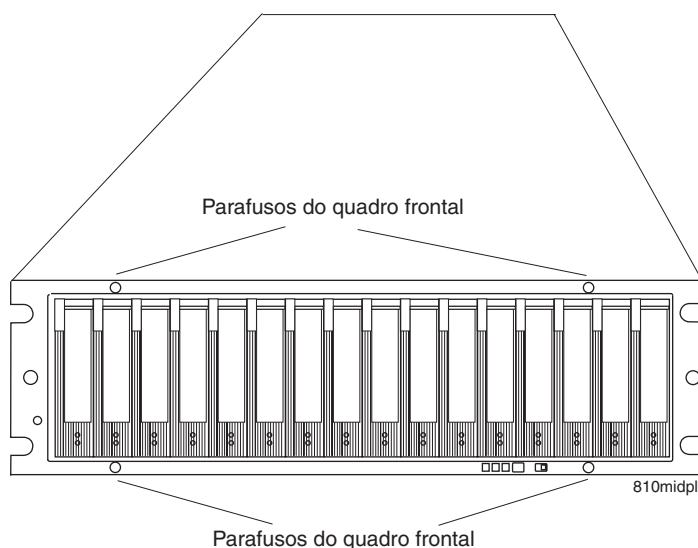

Figura 86. Locais dos parafusos do quadro frontal
9. Utilize uma chave Phillips Nº 1 para soltar os quatro parafusos do quadro frontal no plano intermediário, conforme mostrado na Figura 86.
16. Aperte os quatro parafusos do quadro frontal. Consulte Figura 86 na página 166.